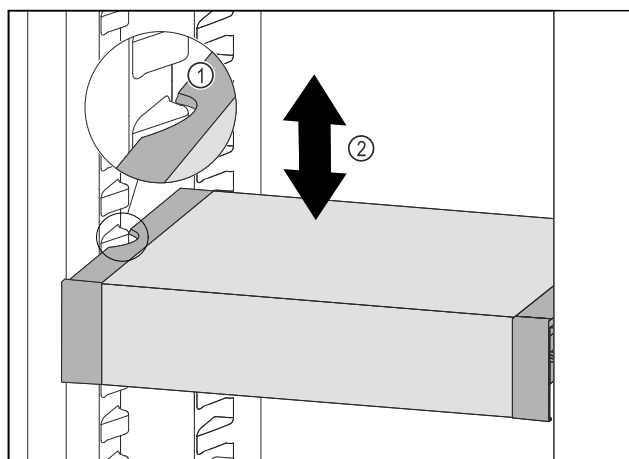

Fig. 82
- ▶ Táhněte VarioSafe dopředu, dokud nebudou boční vybrání VarioSafe na úrovni žebrování na nádobí v chladničce. Fig. 82 (1)
- ▶ Posouvejte VarioSafe v chladničce nahoru nebo dolů, dokud nedosáhnete požadované výšky. Fig. 82 (2)